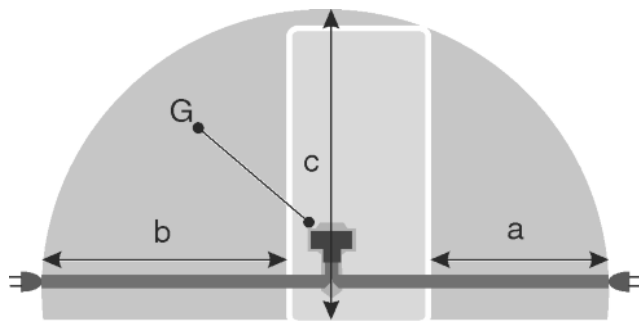

Fig. 27
- Gniazdo znajduje się poza tylną częścią urządzenia w podanym obszarze Fig. 27 (a, b, c).
- ▶ Wtyczkę urządzenia Fig. 27 (G) podłączyć z tyłu urządzenia. Zwrócić uwagę na prawidłowe zazębienie.